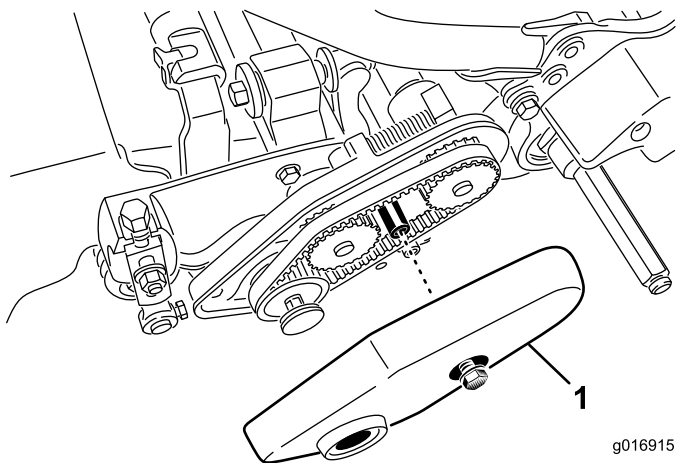

Bild 15
2. Lösen Sie den Bundbolzen, mit dem die Riemenabdeckung befestigt ist, und nehmen Sie die Riemenabdeckung ab, um an den Riemen freizulegen (Bild 15).